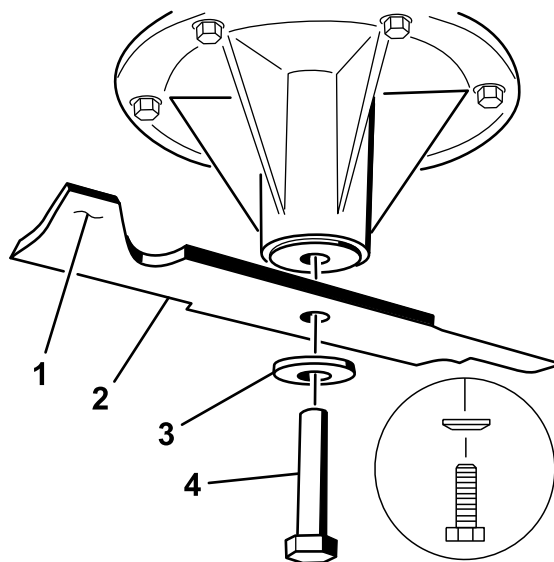

Figura 101
- Si la cuchilla no está equilibrada, rebaje algo el metal en la parte de la vela solamente con una lima (Figura 101).
- Instale la cuchilla en el eje (Figura 101).
- Instale la arandela elástica y el perno de la cuchilla. El cono de la arandela elástica debe estar orientado hacia la cabeza del perno (Figura 101). Apriete el perno de la cuchilla a 115–150 N·m (85 a 110 pies-libra).